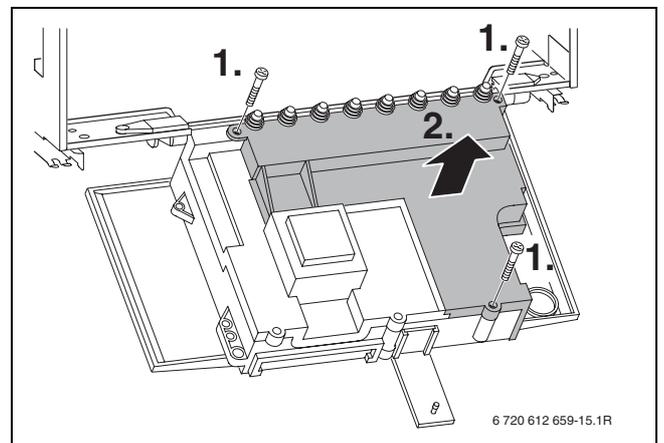

Fig. 17
- ▶ Svitare le viti di fissaggio ed estrarre la copertura posteriore (→ fig. 17).